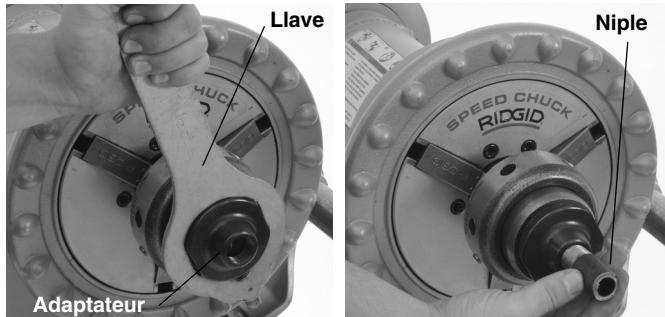

Figura 3 – Montaje del adaptador del mandril niplero y niple
- Instale un adaptador para tubos del tamaño apropiado y apriete con la llave (Figura 3). Quite la llave.